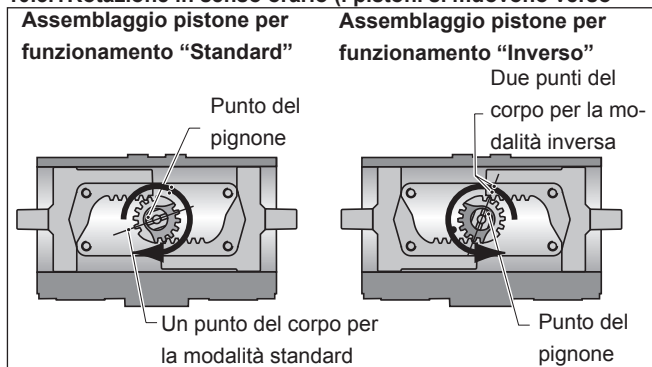

Fig. 6 Allineamento pignone
pignone, vedere fig. 6).
**l'interno, vedere fig. 6).**
- 7 Lubrificare leggermente tutte le scanalature del pistone, la sede dell'ingranaggio e le guarnizioni O-Ring del pistone (4) e posizionare la guarnizione O-Ring (4) e l'anello di usura (3) sul pistone.
- 8 Posizionare il blocco del cuscinetto (10) sulla parte posteriore del pistone.
#### 10.3.2 Rotazione in senso antiorario (i pistoni si muovono verso l'interno, fig. 6).
- 3 Far passare l'apposita asta di bloccaggio HYTORK attraverso la calotta terminale (fig. 6) ed avvitarela
- Da **XL 26 a XL681** nei pistoni (20)
- 7 Una volta che le calotte terminali sono posizionate e le unità SAFEKEY sono regolate correttamente, rimuovere le aste di bloccaggio HYTORK e riposizionare i bulloni di tenuta (28) e le guarnizioni (29).